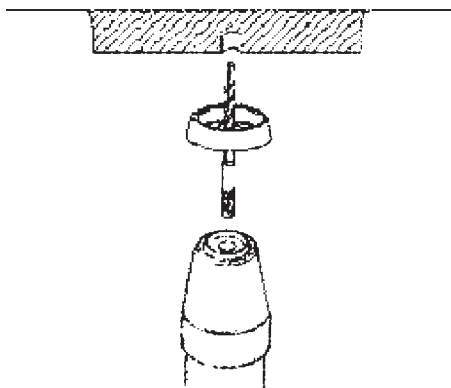

Рис. 3
7.6. При проведении работ в вертикальном положении, оснасткой вверх, не допускать попадания продуктов обработки и пыли в патрон, см. рис. 3.